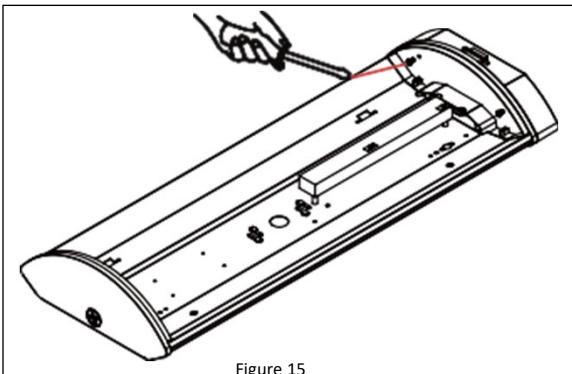

Figure 15
3. Fixez l'embout du détecteur au luminaire à l'aide des vis fournies. **Reportez-vous à la figure 15.**